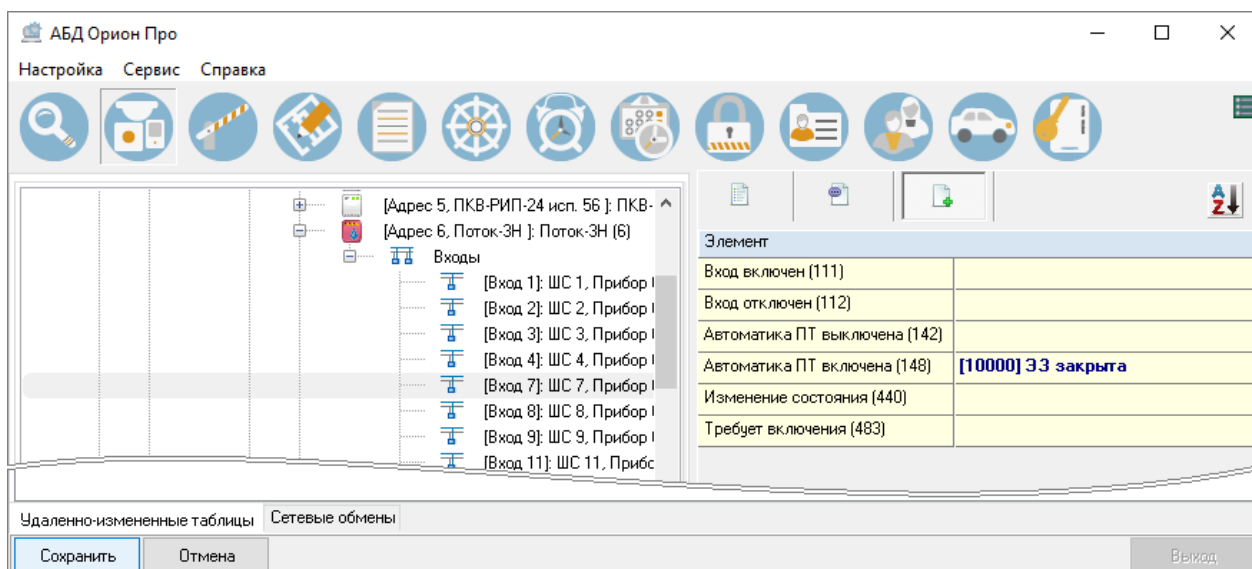

Рисунок 6-48 Сохранение переименования события системы
- 8) нажмите кнопку «Сохранить» в нижней части окна для сохранения сделанных изменений (см. Рисунок 6-48).